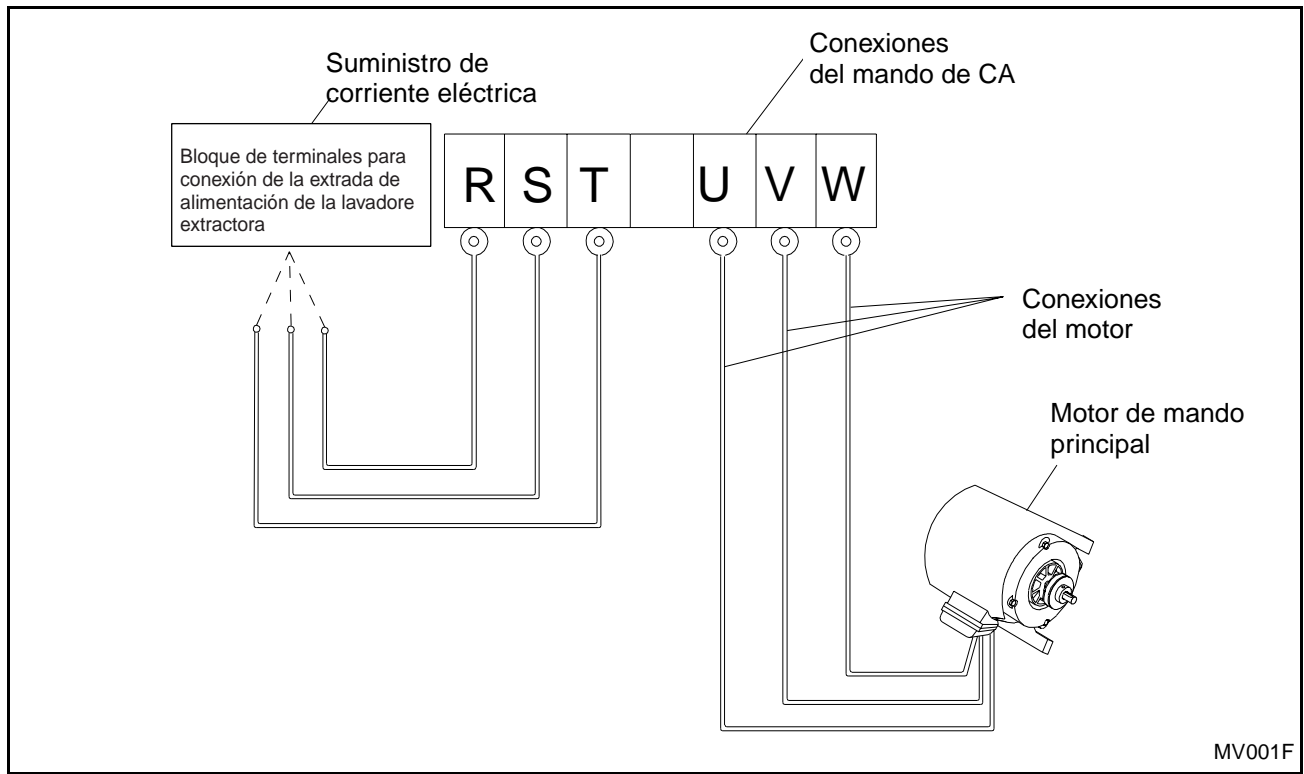

Figura 27
8. La rotación del cilindro debe ser en el sentido de las agujas del reloj en el paso de extracción para los modelos de 35, 50 y 85 libras de capacidad. Para los modelos de 135 y 250 libras de capacidad, la rotación deberá ser en sentido contrario al de las agujas del reloj en el paso de extracción. Si la rotación no fuera la indicada, desconecte la corriente eléctrica. Un electricista capacitado debe invertir dos conexiones cualquiera entre el mando de CA y el motor de mando principal. Vea la Figura 27.